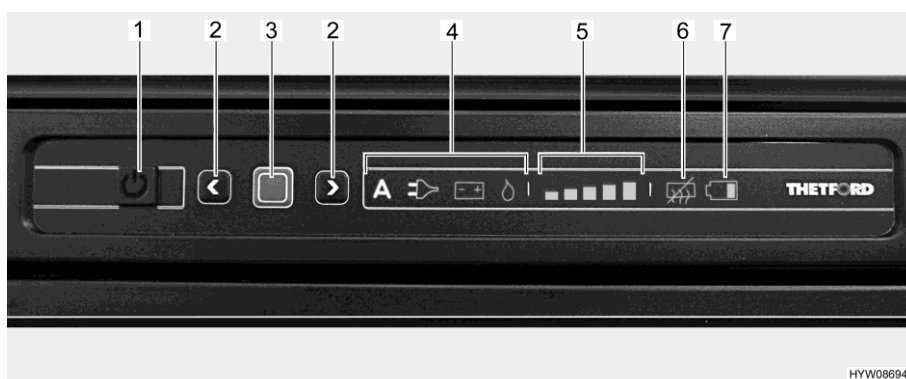

Fig. 143 Panneau de commande DEL (réfrigérateur Thetford)
- Appuyer sur la touche Marche/Arrêt (Fig. 143,1) pendant 1 seconde. La touche s'allume en vert. L'affichage devient plus sombre pour des raisons d'économie d'énergie au bout d'env. 10 secondes.
- Appuyer sur la touche de confirmation (Fig. 143,3). Le dernier mode de fonctionnement qui a été choisi est affiché.
- Appuyer sur la touche de confirmation (Fig. 143,3) pendant env. 2 secondes. Les symboles des modes de fonctionnement clignotent.
- Sélection manuelle d'énergie : Sélectionner la source d'énergie désirée avec les touches fléchées (Fig. 143,2).
- Sélection automatique d'énergie (uniquement sur le modèle à sélection automatique d'énergie) : Sélectionner le mode de fonctionnement "A" avec les touches fléchées (Fig. 143,2).
- Confirmer la sélection avec la touche de confirmation (Fig. 143,3).
- Appuyer de nouveau sur la touche de confirmation (Fig. 143,3). L'affichage du degré de réfrigération (Fig. 143,5) clignote.
- Pour changer le réglage, appuyer sur les touches fléchées (Fig. 143,2) jusqu'à ce que le réglage désiré soit affiché.
- Appuyer sur la touche Marche/Arrêt (Fig. 143,1) pendant env. 2 secondes. Toutes les lampes s'éteignent. Le réfrigérateur est coupé.
Lorsque le réfrigérateur est mis en marche, il choisit automatiquement le dernier réglage du thermostat qui a été choisi. Ce réglage peut cependant être corrigé manuellement à l'aide des touches fléchées (Fig. 143,2). Il faudra attendre quelques heures jusqu'à ce que le réfrigérateur ait atteint sa température normale de réfrigération. Le réglage du thermostat est conservé en cas de commutation sur un autre mode de fonctionnement.